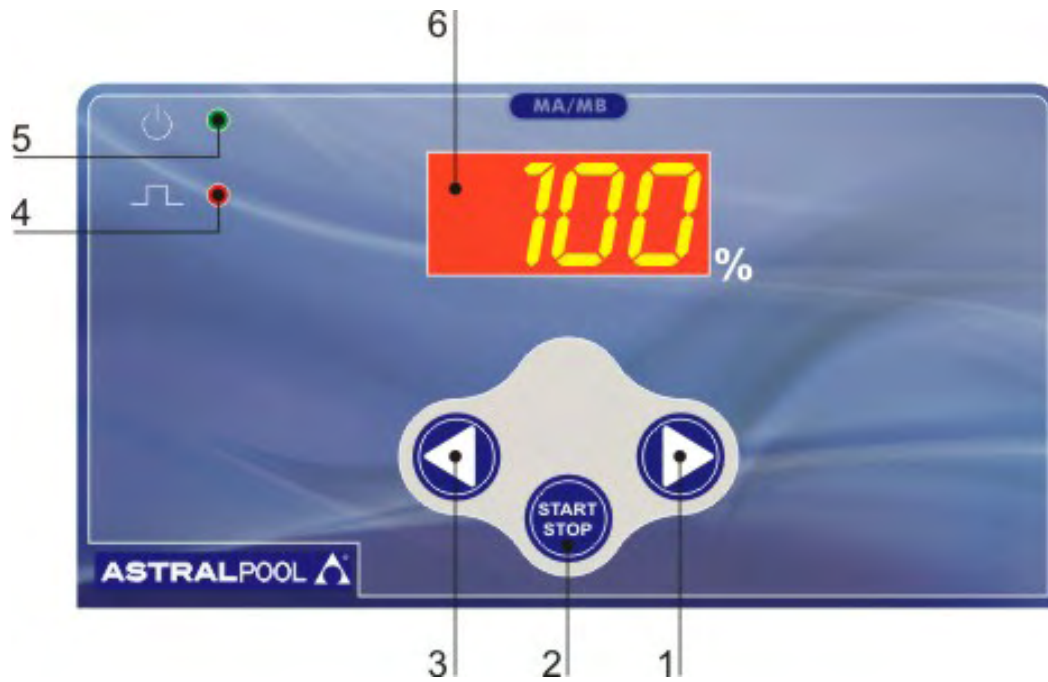

Abb. 14
7.1 - BEDIENVORRICHTUNGEN (Abb. 14)